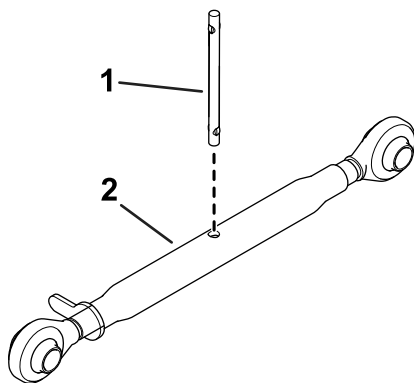

Figure 5
1. Montez la tige sur le bras supérieur (Figure 5).